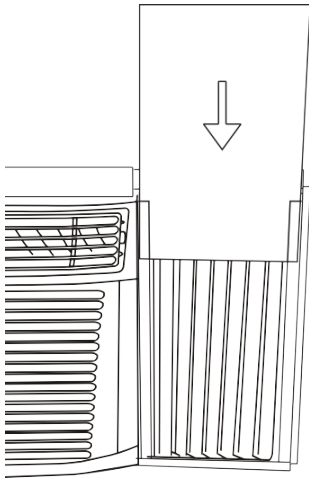

Figura 13
Paso 3 Deslice el panel de aislamiento R1 en la cortina lateral con el lado que tiene el patrón hacia el interior (Figura 13).